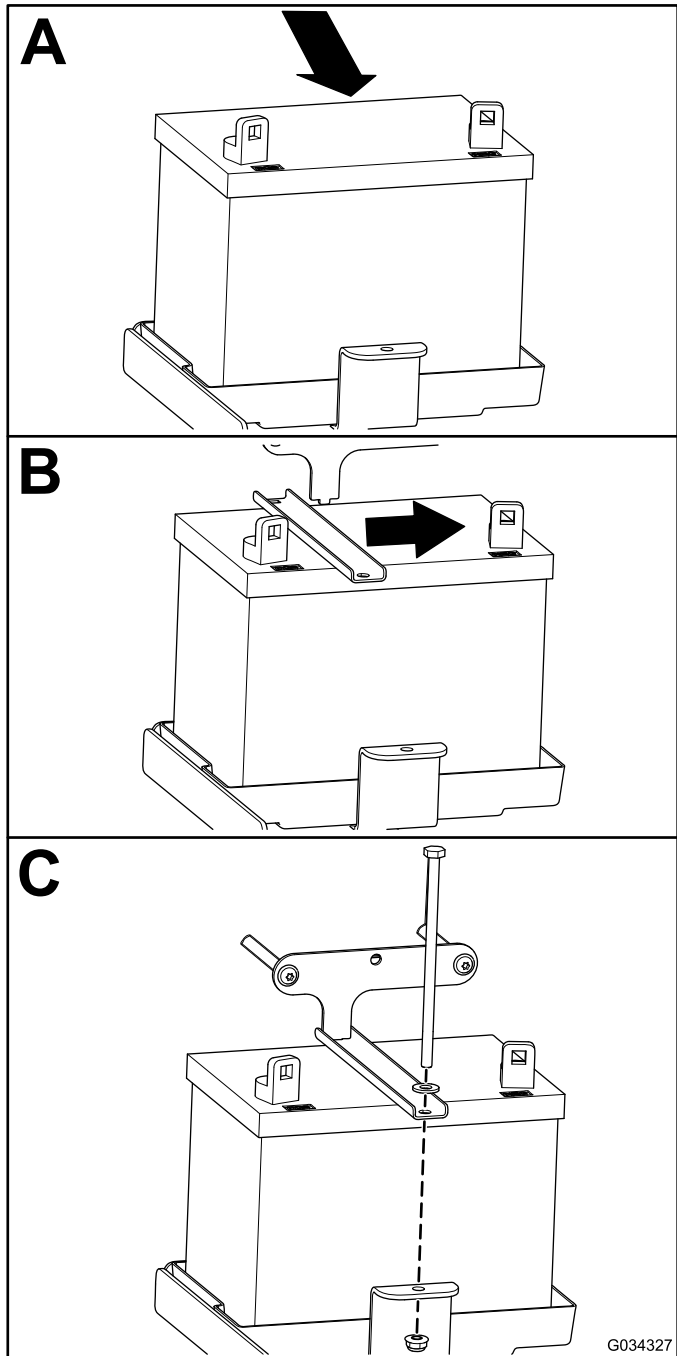

Figure 47
1. Installez la batterie comme montré à la Figure 47.